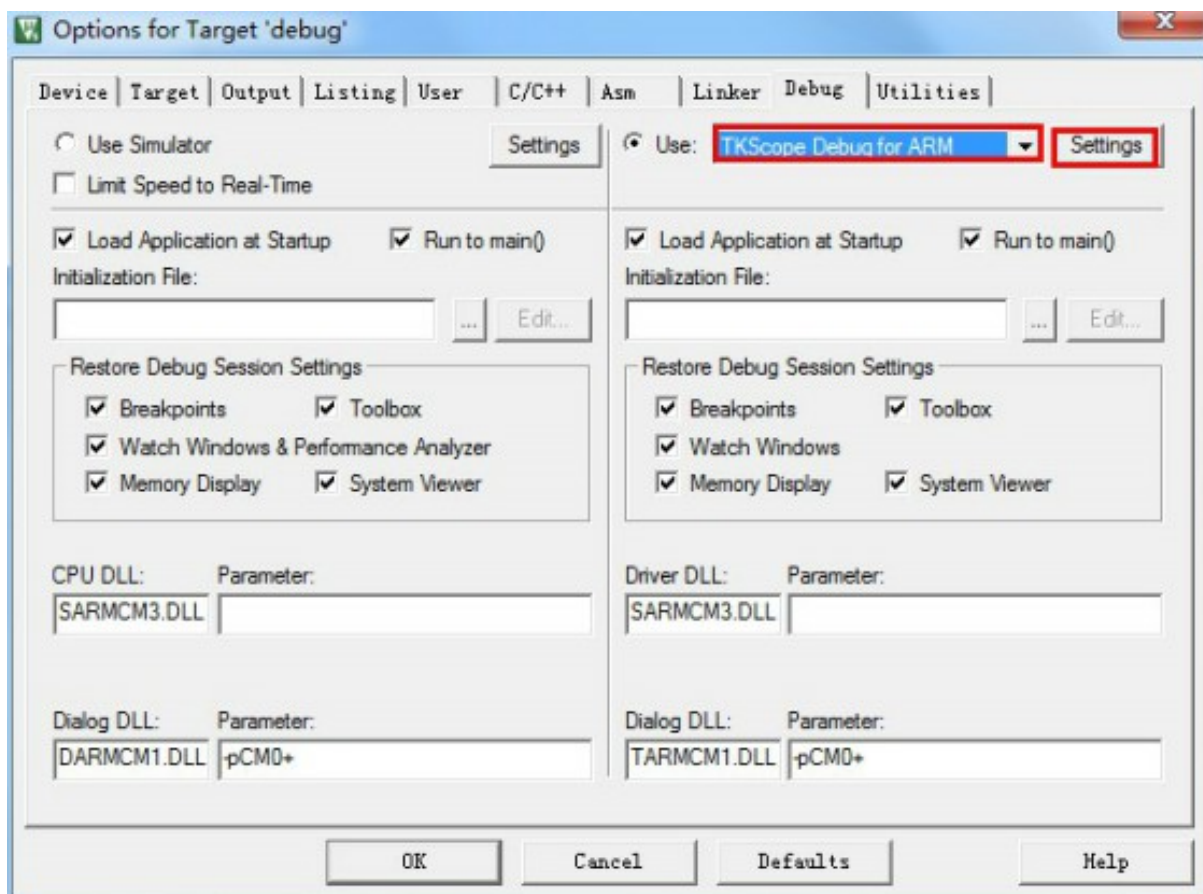
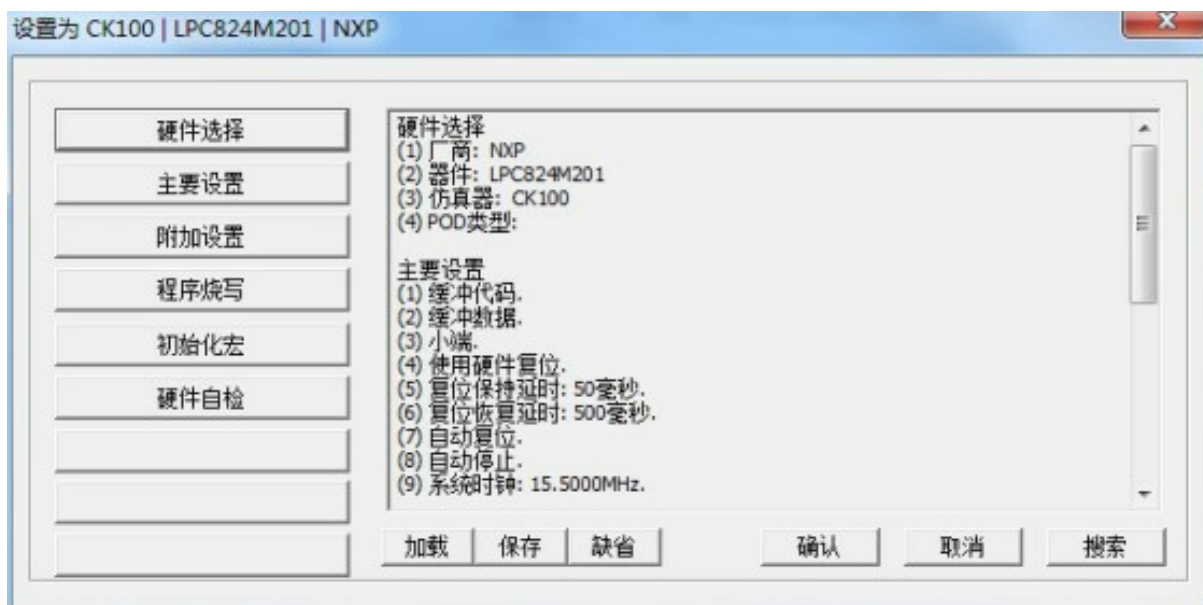

图 72: 设置 TKScope Debug for ARM
图 73: TKScope Debug for ARM 配置选项
(3) 如 图 72 所示，点击 **【TKScope Debug for ARM】** 旁边的 **【Setting】**，将会弹出仿真器的配置选项，如 图 73 所示。